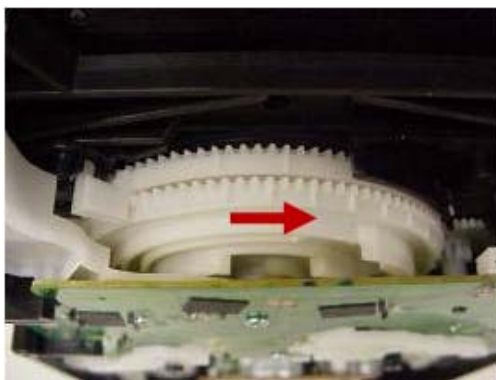

Fig. 1.8
2.1 Gire el engrane principal en sentido de las manecillas del reloj hasta el final (el BU se moverá a la parte superior). Cuando el lado BU se encuentre en la parte superior, el engrane principal no debe girar mas. No lo fuerce más. (Fig. 1.8)